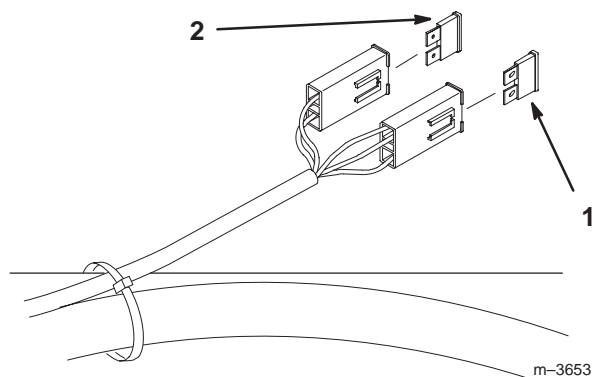

Bild 57
1. Heben Sie den Sitz an, um die Sicherungshalter zugänglich zu machen (Bild 57).
2. Ziehen Sie die Sicherungen zum Wechseln heraus (Bild 57).